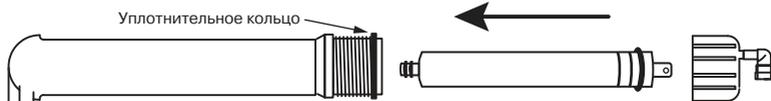

Рис. 14
1. Установите префильтр(ы). Первый префильтр (маркировка на колбе PREFILTER) уже установлен во всех моделях. В во вторую колбу (маркировка CARBON) установите угольный картридж. В третью ступень (SEDIMENT) установите механический префильтр. Картриджи, соответствующие ступеням очистки для каждой модели фильтров, перечислены в таблице на стр. 17. Для установки картриджа необходимо раскрутить колбу при помощи ключа (10). Аккуратно снимите защитную пленку с картриджа и установите его в колбу. Обратите внимание на маркировку «THIS END NEXT TO VESSEL THREADS» на верхней крышке картриджа или на указания на этикетке. Закрутите колбу вручную, без применения ключа, не прикладывая чрезмерных усилий.
2. Установите мембрану. Для этого отсоедините трубку (H) от быстроразъемного коннектора крышки мембраны. Открутите крышку колбы мембраны (маркировка MEMBRANE). Смажьте силиконовой смазкой резиновые уплотнения мембраны. Установите мембрану в корпус согласно **рис. 14**. Смажьте силиконовой смазкой уплотнение крышки колбы мембраны и аккуратно установите его на колбу. Закрутите крышку колбы мембраны и пристыкуйте трубку (H). Следите, чтобы уплотнительное кольцо крышки колбы было установлено на колбе без перекосов.